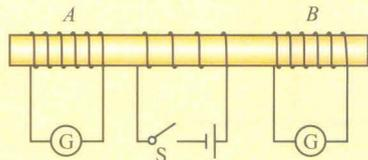

图 1-4-11
3. 如图1-4-11所示, 当S接通或断开时, 线圈A、B中分别产生了什么方向的感应电流? 为什么说各匝内的感应电动势是同方向的, 总电动势是每一匝内的电动势之和?